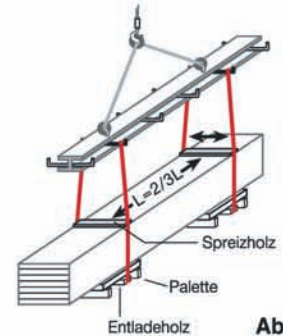

Abb. 3
4. Bei Verwendung eines Kranes am Paket keine Drahtseile und -ketten sondern Gurte mit entsprechender Tragfähigkeit befestigen (Abb. 3)
5. Gurte im **Abstand von 2/3 der Paketlänge durch die Paletten führen** (Abb. 3 u. 4)